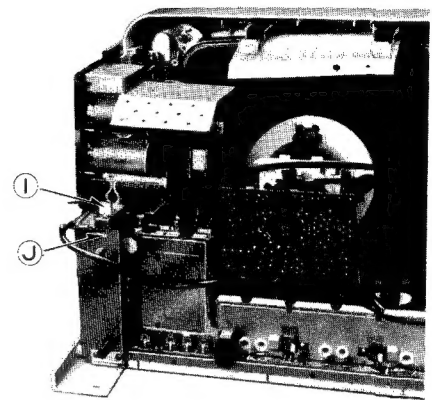

Fig. 10 Abb. 10
1. Turn the clasper ① and remove the bracket ③ as in fig. 10.
1. Klammer "I" drehen und Halterung "J" entfernen wie in Abb. 10.